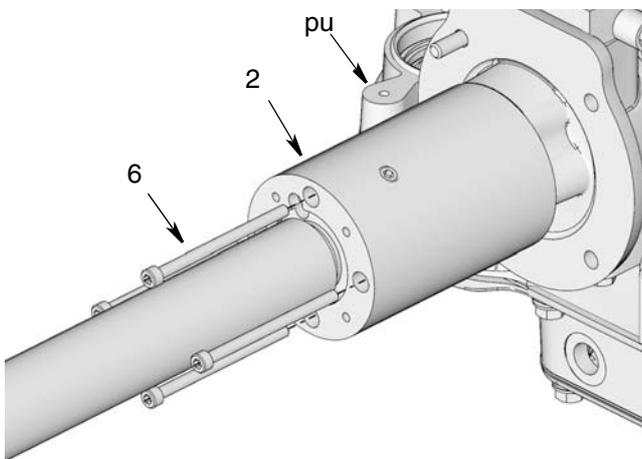

Рис. 46
24. Прикрепите переходник насоса (2) к верхней части насоса (pu) с помощью болтов (6). Используйте торцовый гаечный ключ для надежной затяжки болтов (Рис. 46). Затяните с усилием 7 - 9 футов на фунт (9 - 12 Н•м)